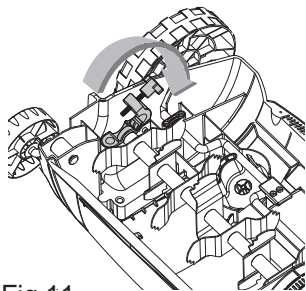

Fig.11
- > Desserrez la vis de la bride à l'extrémité du tambour du scarificateur. (Fig.11)